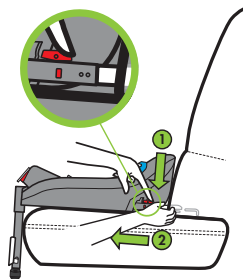

Figure 52
Dégagez le connecteur du DUA en appuyant sur (1) et en faisant glisser vers l'arrière (2) le bouton rouge de déverrouillage du système DUA, comme illustré à la **Figure 52**. Lorsque le connecteur est dégagé, les indicateurs passent du vert (verrouillé) au rouge (déverrouillé).